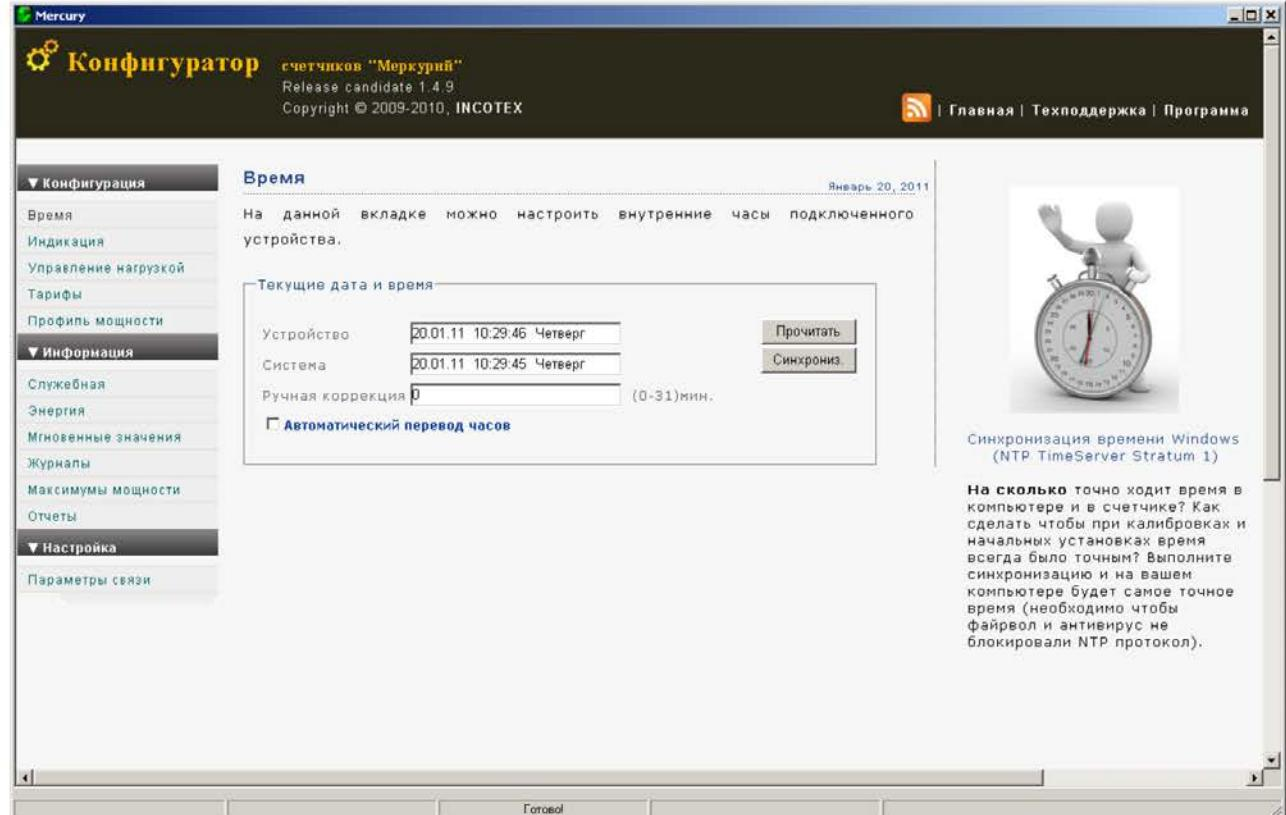

Рис. 22
5.2.3 Используя вкладки «Время» (рис. 22), «Индикация» (рис. 23), «Энергия» (рис. 24), «Тарифы» и т.д. и кнопки «Прочитать», «Записать» можно программировать и считывать другую информацию.